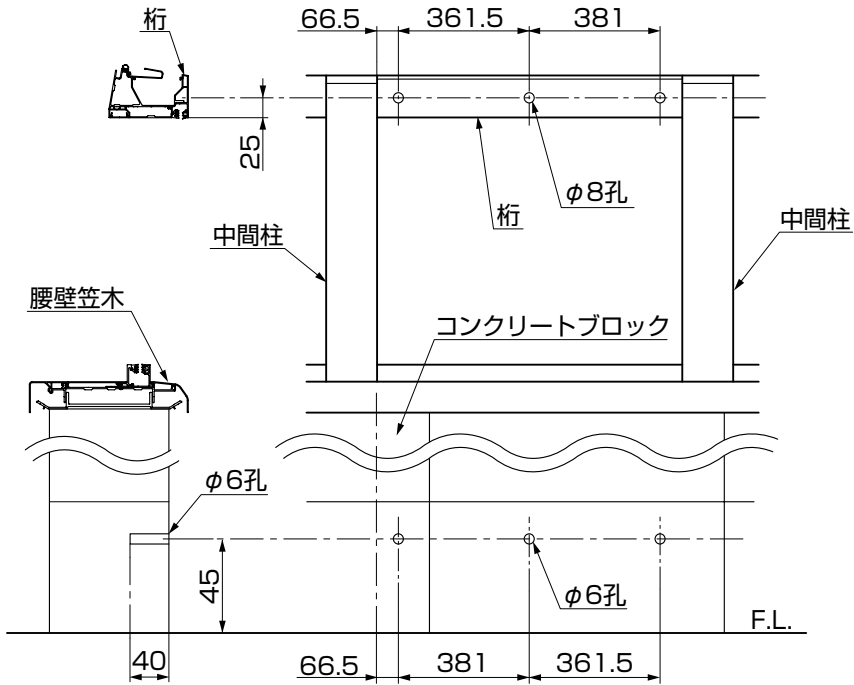
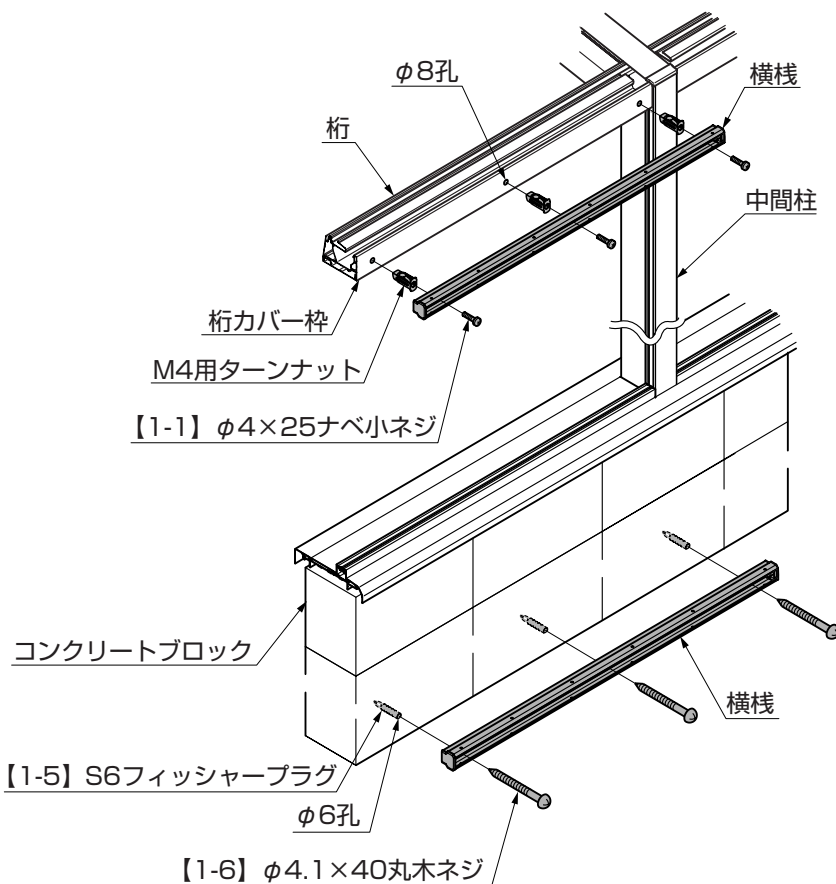

図2-7
図2-8
(図2-7、図2-8参照)
②コンクリートブロックにφ6深さ40以上の孔をあけて【1-5】を差込んでください。(図2-7参照)
③横棧を桁カバー枠に「M4用ターンナット」と【1-1】で取付けてください。(図2-8参照)
④横棧を腰壁に【1-5】、【1-6】で固定してください。(図2-8参照)